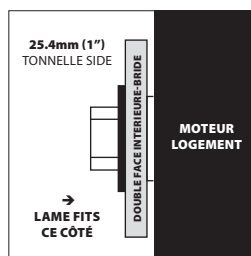

Fig. 40c
- L'25,4 mm (1") élévation de l'anneau doit pointer "vers l'extérieur" à partir du moteur lors du montage d'une 25.4 mm (1") de la lame de l'arbre, comme cela fournit un 25.4mm (1"), l'arbre (**Fig. 40c**).